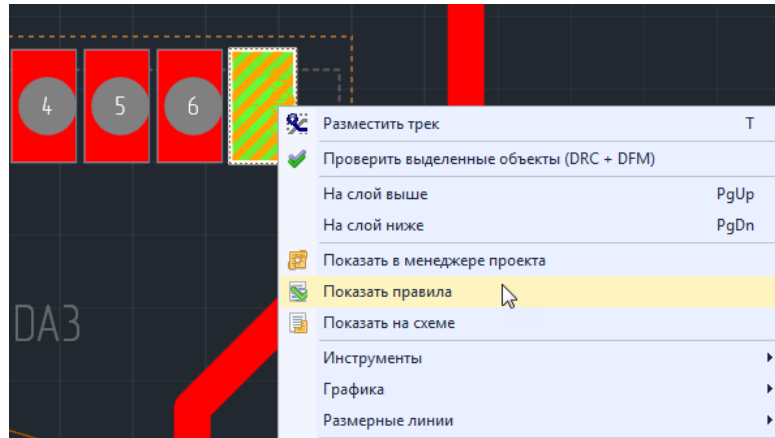

Рис. 209 Вызов редактора правил для цепи
2. Вызвать контекстное меню и воспользоваться пунктом «Показать правила», см. Рис. 209.